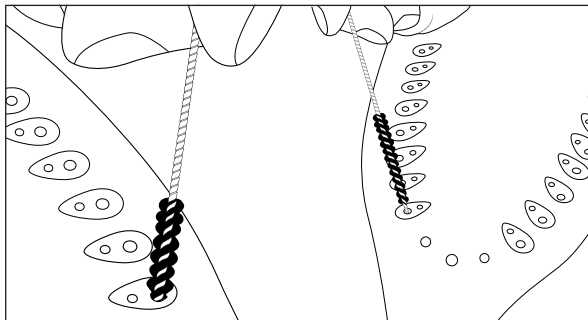

Abb. 13
- 2) Verwenden Sie die mitgelieferte Reinigungsbürste **11**, um Kalkablagerungen in den Öffnungen der Bügelsohle **8** zu entfernen (siehe Abb. 13).